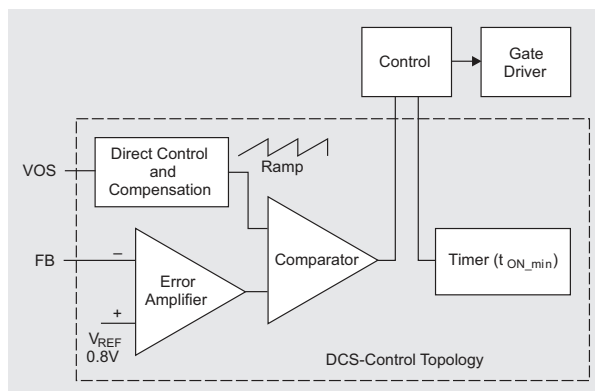

図 1. DCS-Control トポロジのブロック図
図 1 に、DCS-Control トポロジの基本ブロック図 [1] を示します。出力電圧センス (VOS) ピンと帰還 (FB) ピンの両方の信号を制御ループに入力することで、適切なレギュレーションを実現します。VOS ピンから出力電圧を直接供給してランプを生成し、それをコンパレータに入力することで、トポロジの高速過渡応答を実現します。このコンパレータの出力が、即座に動作点に影響を与えます。FB ピンは低帯域幅のパスで、高精度の DC 設定点レギュレーションを行います。VOS ピンの AC パスと FB ピンの DC パスを DCS-Control 内で組み